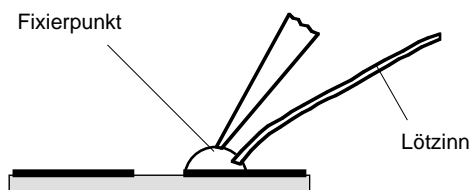

Fig. 3
3. Schritt: Lötspunkt von Löttrückständen säubern. Lötperle anbringen (Fig. 3).